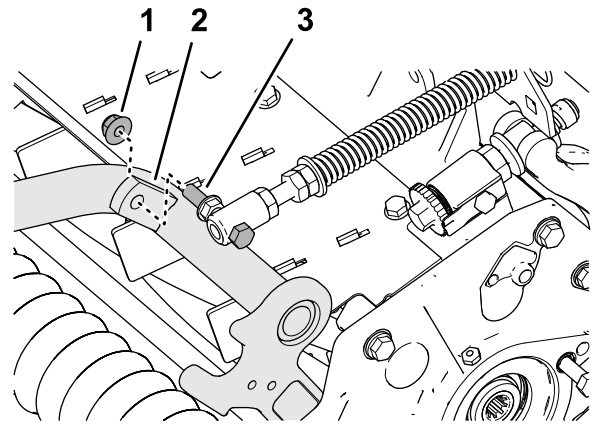

Figure 19
4. Fixez le ressort de compensation sur la patte droite du bâti porteur (Figure 19) avec le contre-écrou à embase ( $\frac{3}{8}$ ").